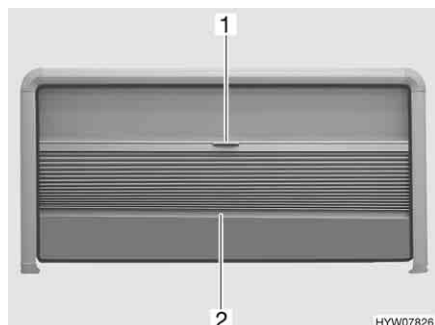

Fig. 79 Finestra apribile
- Afferrare la tendina oscurante pieghevole al centro dell'asta di chiusura (Fig. 79,2) e tirare delicatamente verso il basso.
- Tenere la parte centrale dell'asta di chiusura (Fig. 79,2) della tendina oscurante pieghevole e spingere quest'ultima verso l'alto con cautela.
- Tirare la protezione contro gli insetti (Fig. 79,1) verso il basso utilizzando la maniglia.
- Riconduurre lentamente verso l'alto la protezione contro gli insetti sull'asta di chiusura della tendina oscurante pieghevole (Fig. 79,2).